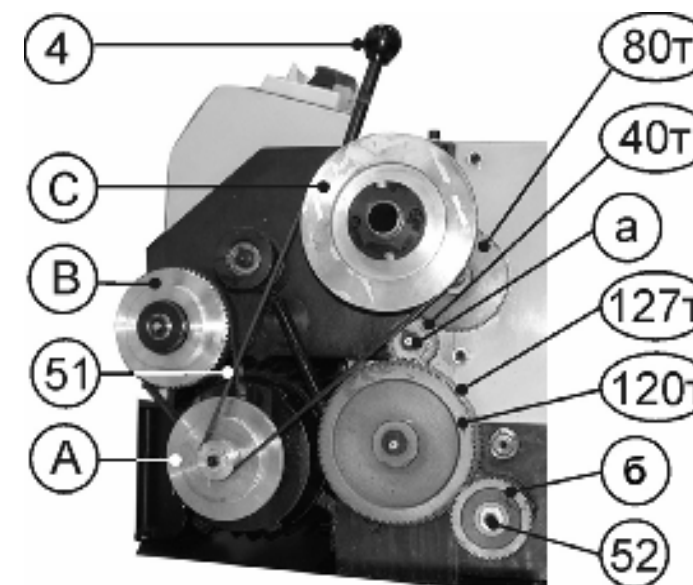

Рис.19
10.4.5. Откройте защитный кожух гитары (2), как указано в п.9.3.2. По таблице 2 установите необходимые шестерни (а) (б), Рис.19, и закройте защитный кожух (2), п.9.3.2.
10.4.6. Пользуясь таблицей 2, перемещая рычаг переключения скорости автоматической подачи, (1), Рис.18, можно менять скорость автоматической подачи. Например, при установке шестерен а=28Т и б=60Т, Рис.19, в положении 9 рычага переключения скорости автоматической подачи (1) по шкале (50) – скорость подачи равна 0,12мм на один оборот шпинделя. При установке рычага переключения скорости автоматической подачи (1) в положение 1 по шкале (50) – скорость подачи равна 0,21мм на один оборот шпинделя и т.д., Рис.18.
При каждом перемещении рычага переключения скорости автоматической подачи (1) необходимо рычаг натяжения ремня (4) привести в крайнее положение от себя, Рис.19.
10.5.2. Переставляя клиновой ремень (51) на шкивах А,В,С в положения 1,2,3 согласно таблице 3, можно ступенчато изменять скорость вращения шпинделя – 100; 250; 350; 500; 900 и 1800 об/мин., Рис.19, (А,В,С - шкивы). Например, при установке клинового ремня (51) на шкивах В,С в положении 1 – скорость вращения шпинделя равна 100 об/мин., а в положении 3 - скорость вращения равна 500 об/мин. и т.д., Рис.19.
10.6.4. Комбинации использования шестерен для нарезания резьбы см. в таблице 4 и Рис.19.
1. См. Рис. 19
2. См. Рис. 19
10.6.5. Отвинтите крепежный болт (52), закрепляющий шестерню (б) и снимите стопорную шайбу шестерни (а), Рис.19.
10.6.6. Осторожно снимите шестерни, чтобы сохранить на месте шпонки на валах и установите необходимые шестерни (а) и (б). Количество зубьев на каждой шестерне промаркировано. Установите крепежный болт (52) шестерни (б) и стопорную шайбу шестерни (а), Рис.19.